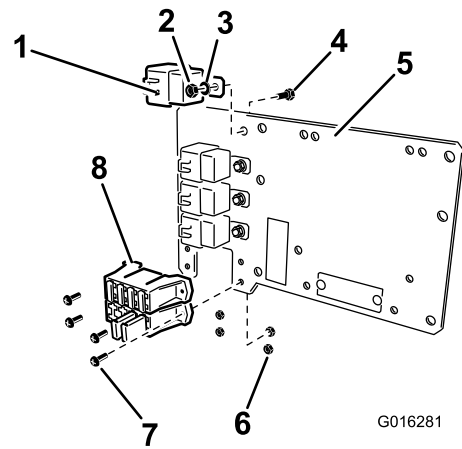

Bild 12
1. Befestigen Sie vier Relais mit vier Schrauben (1/4 x 5/8"), 4 Sicherungsscheiben (1/4 Zoll) und vier Muttern (1/4 Zoll) an der Montageplatte, wie in (Bild 12) dargestellt.
2. Befestigen Sie den Sicherungsblock des Kabelbaums mit vier Schrauben (Nr. 10) und vier Muttern (Nr. 10) an der Montageplatte, wie in (Bild 12) dargestellt.